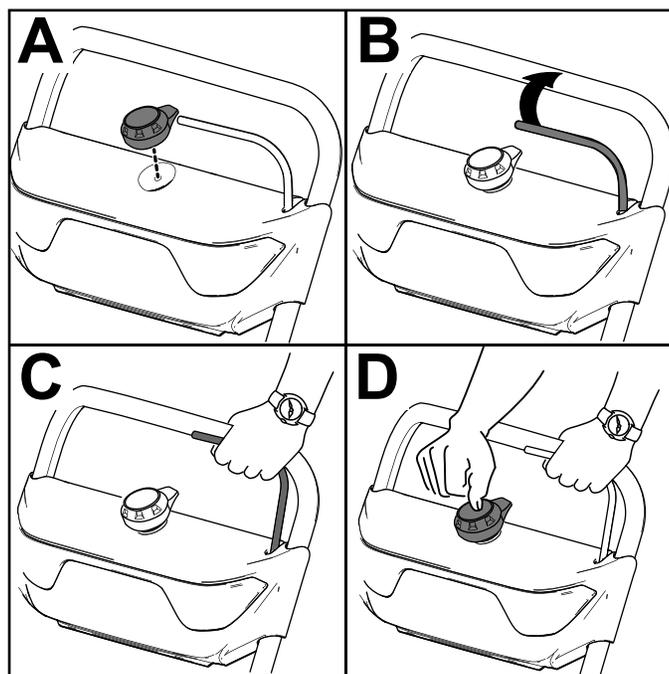

Figura 10
2. Inserite il pulsante di avviamento elettrico nell'avviatore elettrico (A della Figura 10).
3. Premete la barra e tenetela ferma sulla stegola (B e C della Figura 10).
4. Premete il pulsante di avviamento elettrico fino a quando il motore non si avvia (D della Figura 10).